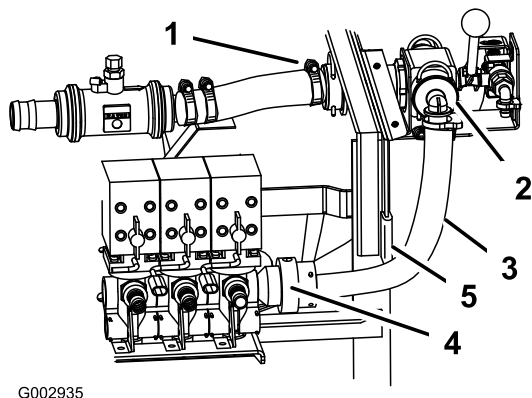

Figura 29
3. Ligue o encaixe que instalou no tubo de alimentação da rampa ao conjunto da válvula de controle, prendendo este encaixe com a fixação anteriormente desmontada (Figura 29).
4. Instale o conjunto da válvula de controle no suporte de montagem da caixa de controle (Figura 29) recorrendo a 2 pernos com cabeça de flange (1/4 x 3/4 de polegada) mas não aperte os dispositivos de fixação.
5. Instale o conjunto da válvula de esfera pequena no suporte de montagem da caixa de controle (Figura 29) recorrendo a 2 pernos com cabeça de flange (1/4 x 3/4 de polegada) e 2 porcas flangeadas (1/4 polegada) mas não aperte os dispositivos de fixação.
6. Alinhe o eixo das alavancas em cada uma das válvulas e as válvulas (Figura 29) Poderá necessitar de aliviar as braçadeiras de tubo que fixam o fluxímetro à máquina, para permitir uma boa adaptação.
10. Ligue o encaixe do tubo grande do conjunto da válvula de controle, ao bocal existente no lado direito das válvulas de alimentação da rampa (Figura 29).
11. Desligue o tubo grande da válvula de controle e inspeccione o interior da válvula (Figura 29). Deve poder observar uma abertura resultante da subida da esfera de retenção. Se isto não se verificar, rode a esfera até que possa ver a abertura, com a subida da esfera.
12. Ligue o tubo grande à válvula de controle (Figura 29).
13. Coloque a guarnição em borracha por cima da extremidade da estrutura para proteger o tubo (Figura 29).